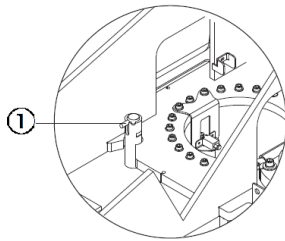

Рис. 10-1 Стопорный штифт для поворотного стола
- 1) Поворотный стол должен быть заблокирован поворотным стопорным штифтом каждый раз при транспортировке станка, как показано на рис. 10-1.